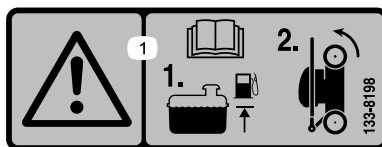

Figure 17
1. Assurez-vous que le niveau de carburant dans le réservoir ne dépasse pas celui recommandé par le constructeur du moteur ; reportez-vous à l'autocollant du constructeur apposé sur le moteur (Figure 17).